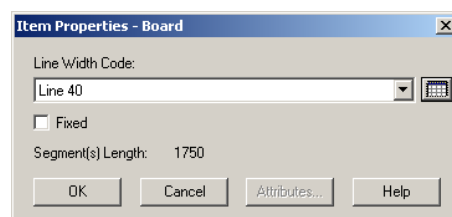

Рис. 28. Параметры стиля контактной площадки.
17. В появившемся диалоговом окне Item Properties – Board (рис. 28) в выпадающем списке Line Width Code выберем стиль линий Line 40, после чего нажмем кнопку ОК.
3. В появившемся диалоговом окне Item Properties – Board (рис. 28) в выпадающем списке Line Width Code выберем стиль линий Line 1, после чего нажмем кнопку OK.